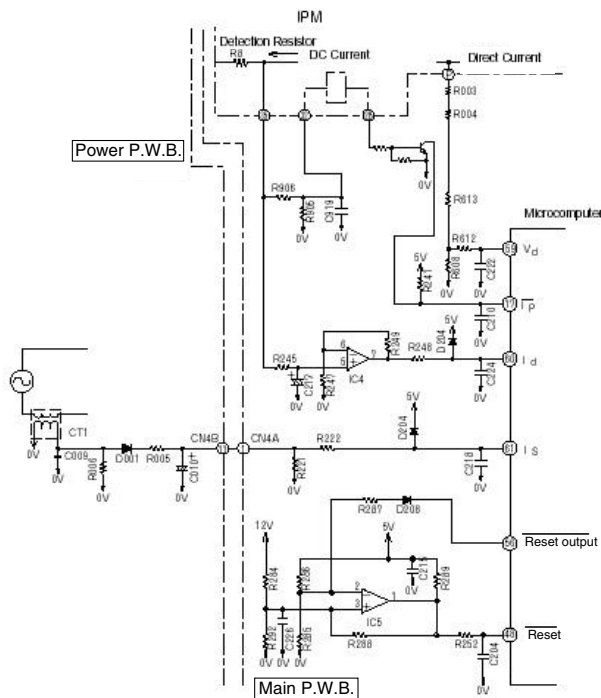

Fig. 6-2
ID OVL is watching and limits the compressor current through the detection resistor, which is built in IPM in order to control the compressor reliability. Since the compressor reliability is related with its speed, the ID OVL value is also linked with the compressor speed. Fig.6-2 shows an ID OVL limitation curve.
ID OVL contrôle et limite le courant de compresseur via la résistance de détection intégrée à l'IPM, afin de contrôler la fiabilité du compresseur. Étant donné que la fiabilité du compresseur est en rapport avec sa vitesse, la valeur ID OVL est également liée à la vitesse du compresseur. La Fig. 6-2 représente une courbe de limitation ID OVL.
Fig. 6-2. The filter consisting of R245 and C217 removes high harmonic frequencies from the voltage generated by the current flowing to Detection resistor; R245 and C217 average the voltage. This voltage is then input to IC4 pin (5) and supplied to microcomputer pin (60). The microcomputer compares this input with the set value, and if the input exceeds the set value, it enters overload control status.